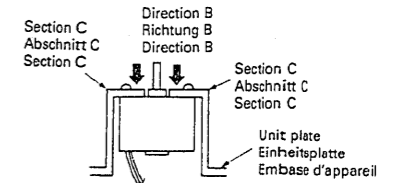

Fig. 11 Abb. 11 Fig. 11
3) Au moment d'effectuer le remplacement du moteur électrique à courant continu (D2), faire en sorte de ne pas force dans la direction B. Si l'embase de l'appareil est déformée, ceci risque d'endommager la forme en œil. (Fig. 11).